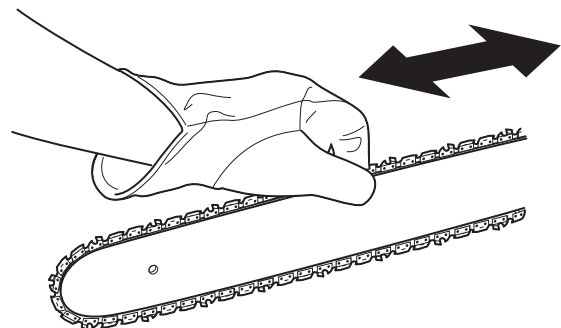

Fig. 26
3. Maintenez la pointe guide-chaîne vers le haut et déplacez la chaîne dans un mouvement de va-et-vient le long du guide-chaîne (Fig. 26). Assurez-vous que la chaîne se déplace librement et qu'elle s'engrène correctement avec le pignon. Si la chaîne de la scie n'avance pas facilement, tourner lentement la molette de tension de la chaîne dans le sens antihoraire pour relâcher la chaîne de la scie.